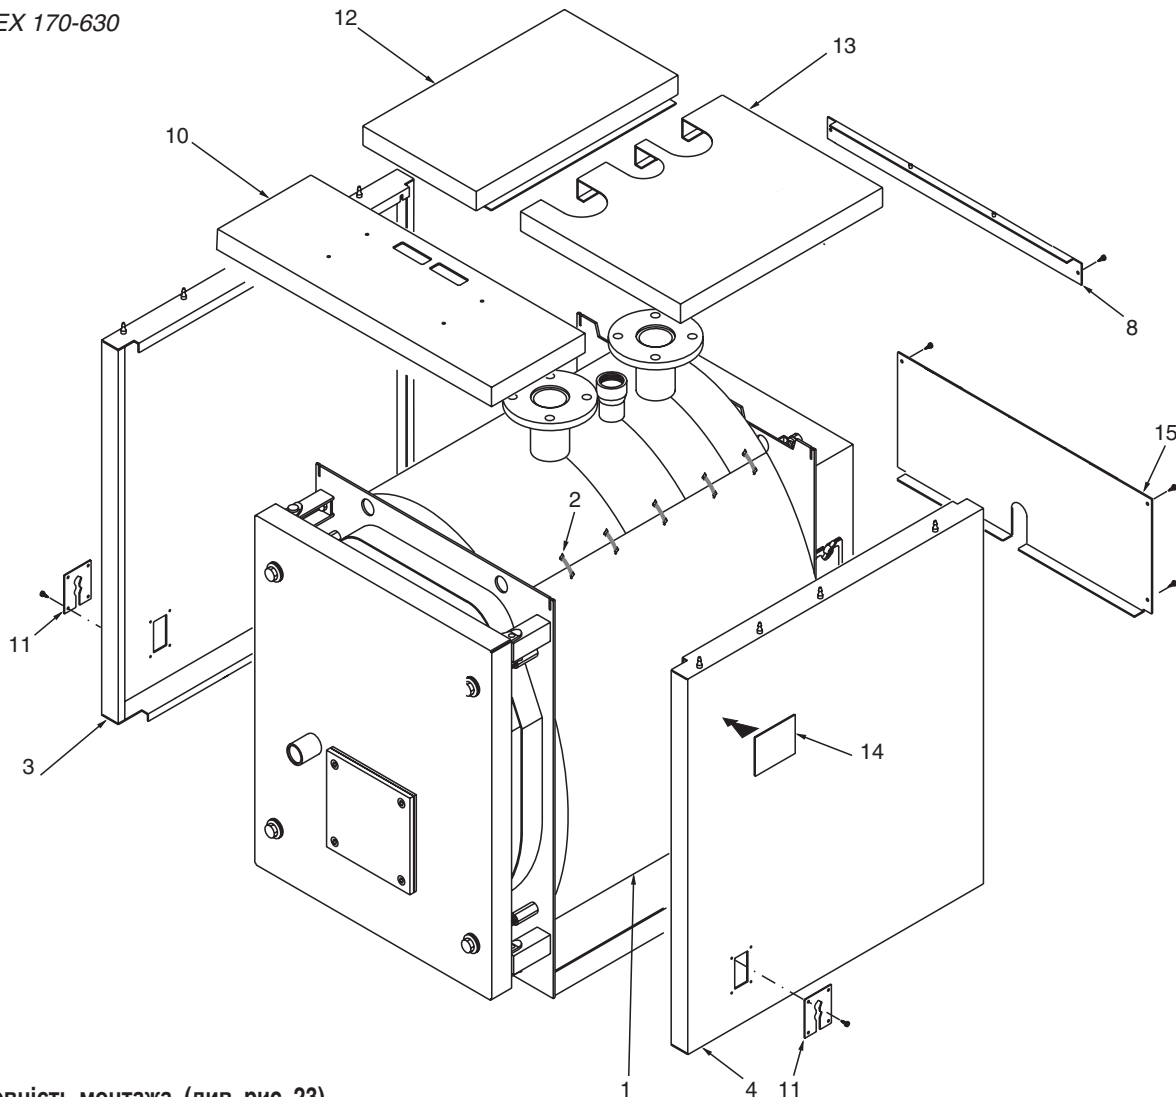
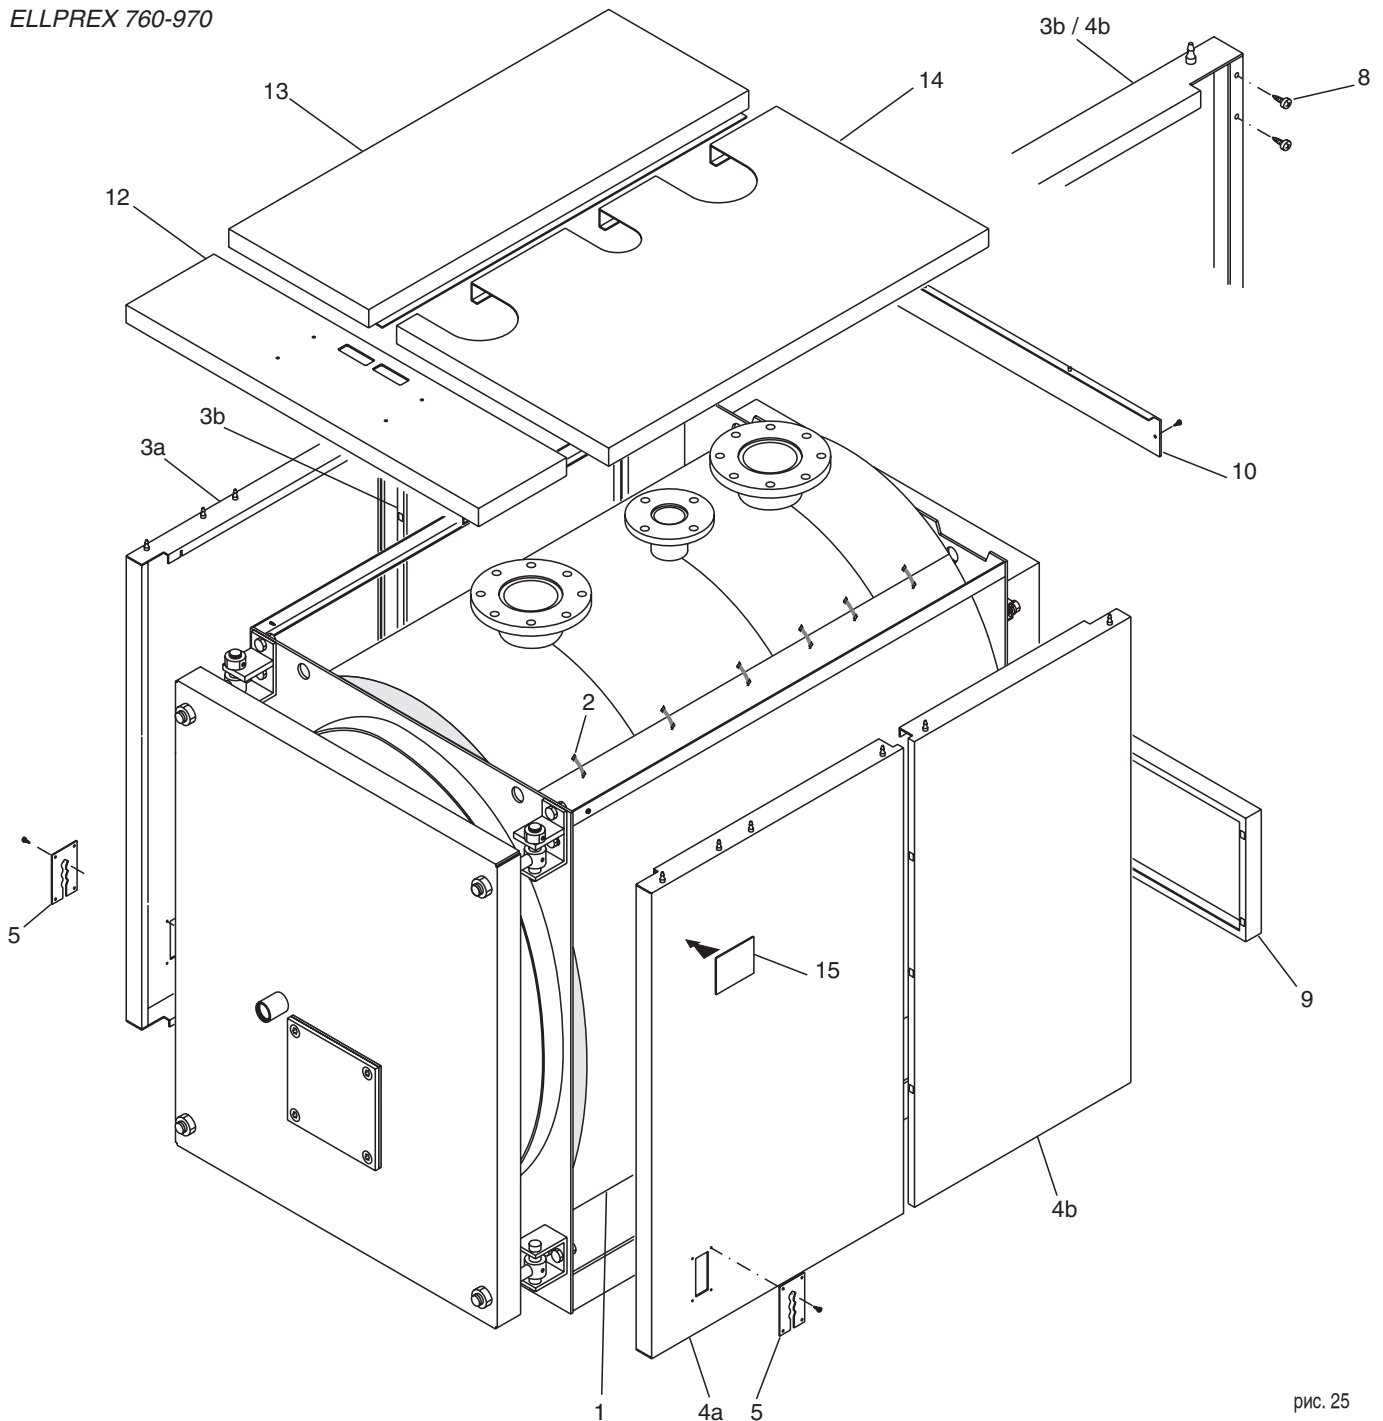

рис. 23
рис. 25
N.B. Для моделей котла від **ELL 170 до ELL 510** (див. рис. 23), обшивка та ізоляція знаходяться в одній упаковці з маркуванням:
N.B. Для моделі **ELL 630** (див. рис. 23) та для моделей від **ELL 760 до ELL 2200** (див. рис. 25 та 26), обшивка та ізоляція знаходяться в 3 упаковках з маркуванням:
Послідовність монтажу (див. рис. 23)
Послідовність монтажу (див. рис. 25)